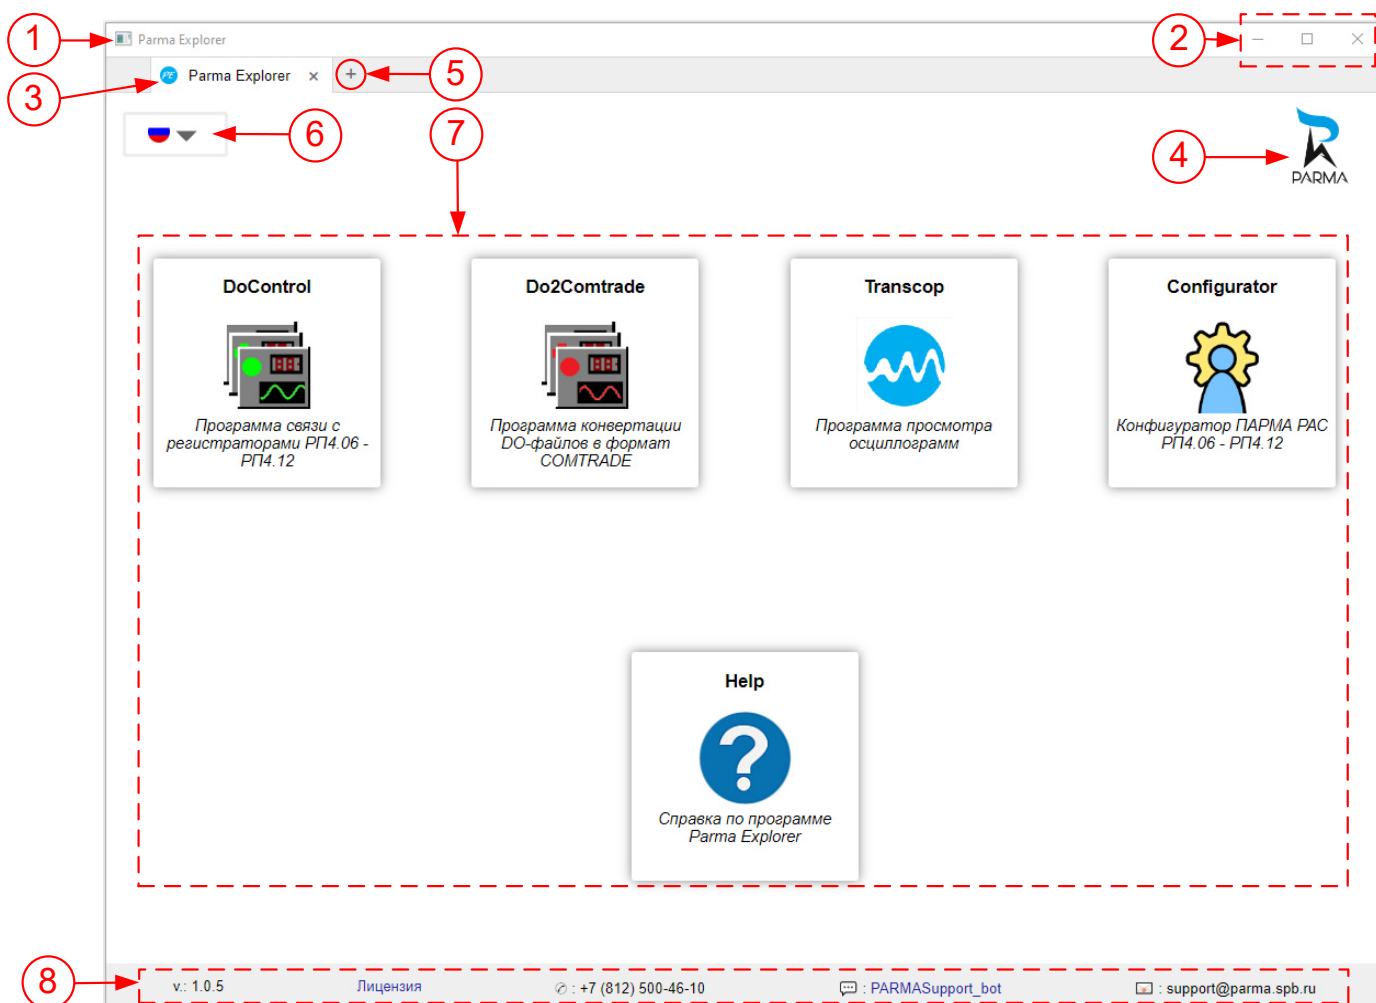
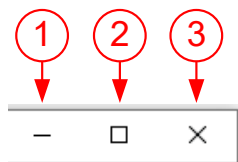
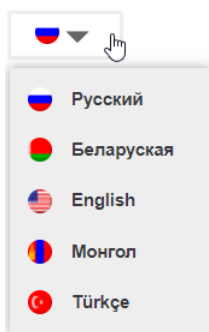

Рисунок 2 – Главное окно программы
Рисунок 3 – Меню окна
Рисунок 5 – Выпадающий список языков интерфейса
3.1.3 При запуске программы автоматически открывается одна вкладка с *главным окном программы* (рис. 2).
Основные элементы *главного окна программы* (см. рис. 2):
Строка заголовка программы отображает название программы (см. рис. 2, поз. 1).
Меню окна (см. рис. 2, поз. 2) предназначено для управления окном программы (рис. 3) и содержит кнопки управления окном:
- кнопка «Свернуть» (см. рис. 3, поз. 1);
- кнопка «Развернуть» (см. рис. 3, поз. 2);
- кнопка «Закрыть» (см. рис. 3, поз. 3).
Заголовок вкладки отображает название программы или название открытой утилиты (см. рис. 2, поз. 3).
Значок программы (см. рис. 2, поз. 4) представляет собой логотип ООО «ПАРМА».
При запуске программы автоматически открывается одна вкладка (см. 3.1.3). Для открытия ещё одной вкладки, нужно воспользоваться кнопкой добавления вкладки «+» (см. рис. 2, поз. 5).
В *выпадающем списке языков интерфейса* (см. рис. 2, поз. 6) с помощью кнопки выбора языка (рис. 5) можно установить один из доступных языков отображения интерфейса:
Рабочее поле главного окна программы (см. рис. 2, поз. 7) отображает плашки встроенного программного обеспечения (утилит) DoCTRL, Do2COMTRADE, Transcop, Configurator, Help. Плашки содержат наименование утилиты, иконку и краткое описание.
Для запуска утилиты *DoControl* нажать ЛКМ на плашку «*DoControl*» (см. рис. 2).